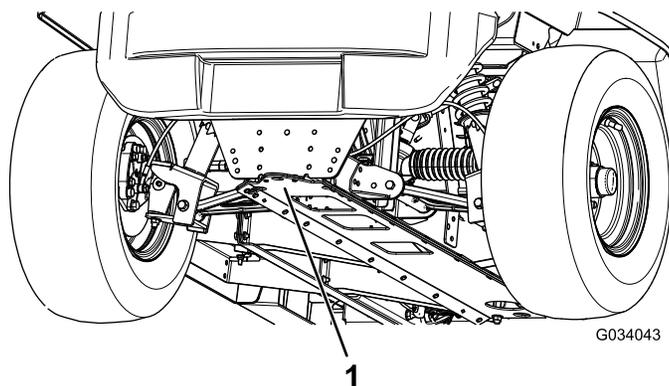

Рисунок 24
- Точка подъема в передней части автомобиля находится в передней части рамы позади сцепного устройства для буксировки (Рисунок 24).